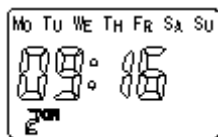

图10
4.2.3.3 20N（第二组打铃）时间设定：同步骤6.2.3.2一样将20N时间设置好，如图10所示。